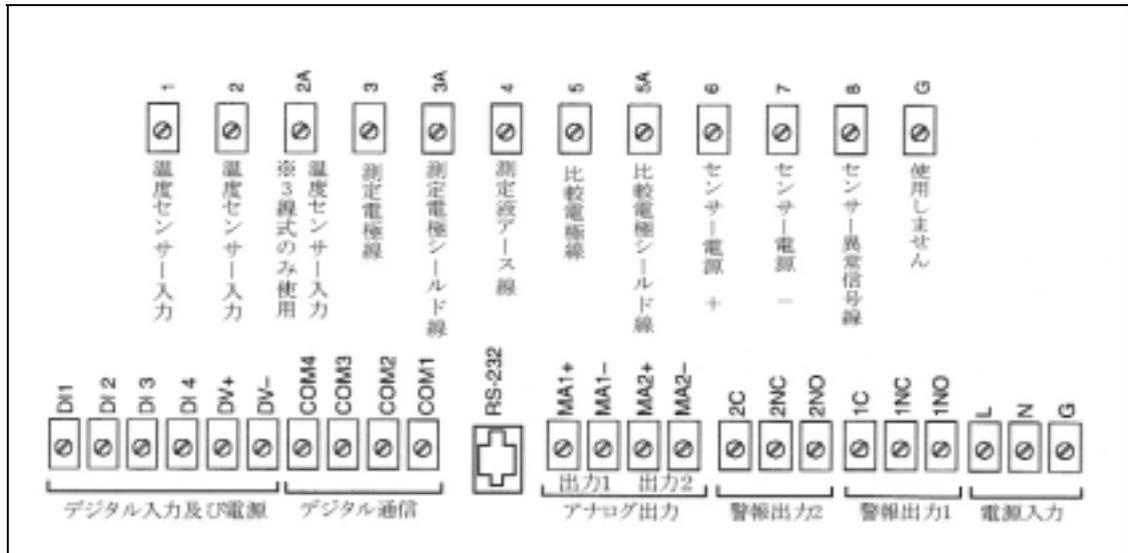

図 7. 端子台名称
875PH は AC 電源で駆動されるモニターです。電源仕様はモニター上面のラベルに書かれている電源仕様(Power Supply)を確認するか、納入仕様書を確認してください。配線に関する詳細は表 4 に記載される端子台説明、配線は図 7 を参照してください。
3. 端子台上段はセンサーからの線を配線します。配線は図 7 を参照してください。